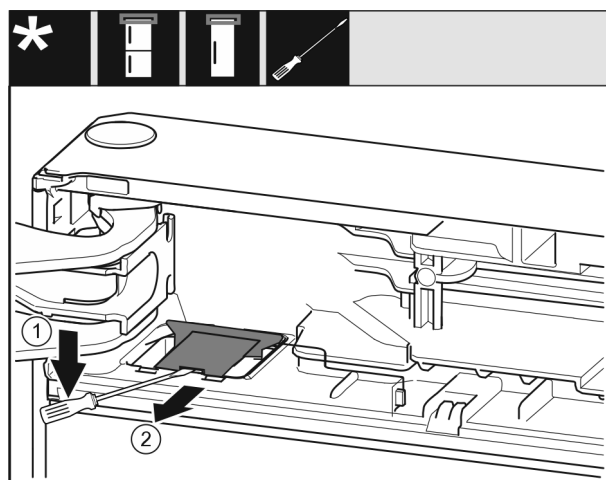

Fig. 9
▶ Za pomocą śrubokręta wyczepić osłonę i podnieść. Fig. 9 (1)
▶ Wyjąć osłonę. Fig. 9 (2)